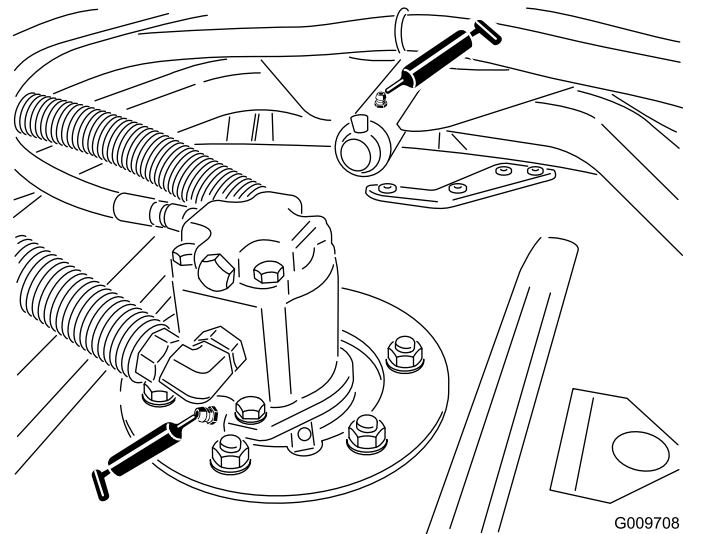

図 47
- 図 47に示す、スピンドルシャフトのベアリングカッティングユニット 1 台に 2 ヶ所
- 図 47に示す、刈り込みデッキのキャリアアームのブッシュカッティングユニット 1 台に 1 ヶ所